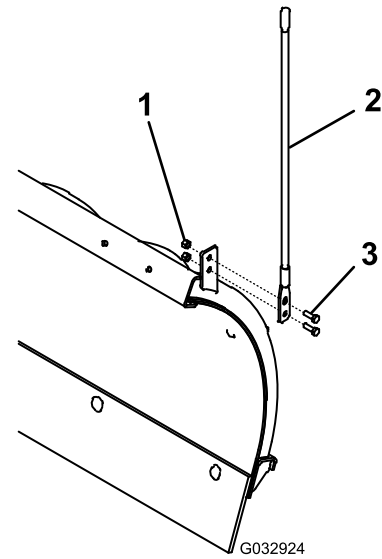

Figure 13
- Fixez les guides à la lame de déneigement au moyen de 4 boulons ($\frac{5}{16} \times 1$ po) et 4 écrous autofreinés (Figure 13).